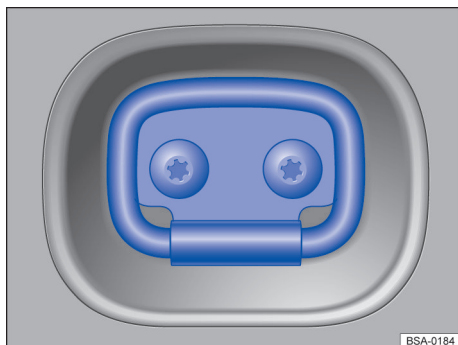

Fig. 156 În compartimentul de încărcare: inele de ancorare.
În compartimentul de marfă se găsesc inele de ancorare → fig. 156 pentru fixarea obiectelor și încărcăturii libere, cu ajutorul chingilor de fixare, a corzilor de fixare sau benzilor de tensionare → ⚠.
1. Rabatați în sus inelul de ancorare → fig. 156.